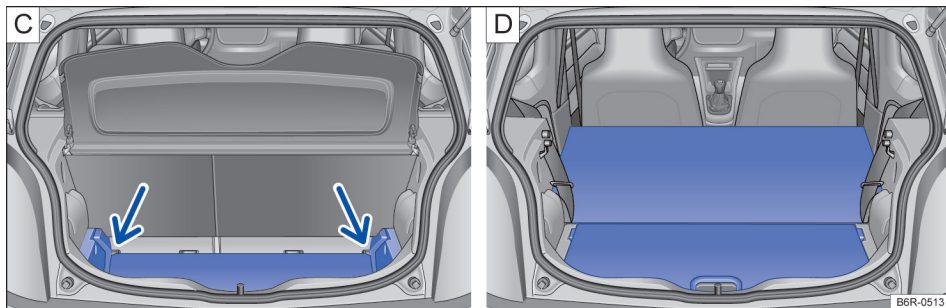

Fig. 100 C: expandir o compartimento de bagagem para baixo. D: expandir o compartimento de bagagem para frente.
- Levantar o assoalho do compartimento de bagagem e empurrar para baixo para a guia → **Fig. 100 C** (setas).